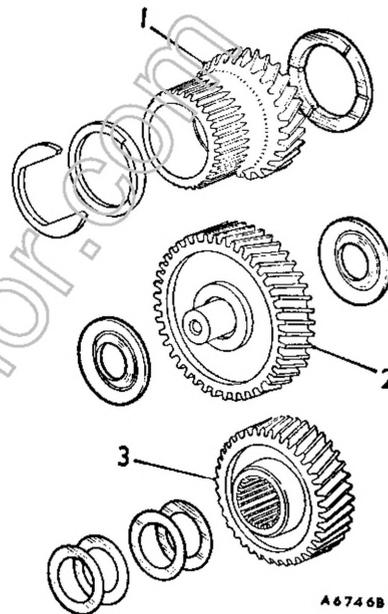

Fig. Aa. 19
dono utili per l' eventuale registrazione (vedi la figura Aa. 19).
39. (a) Montare il numero richiesto di spessori, come calcolato al punto 37, sulla parte esterna dell' ingranaggio secondario (vedi Fig. Aa. 19).
- (b) Montare una rosetta su ogni lato dell' ingranaggio intermedio (vedi Fig. Aa. 19) come calcolato al punto 38.